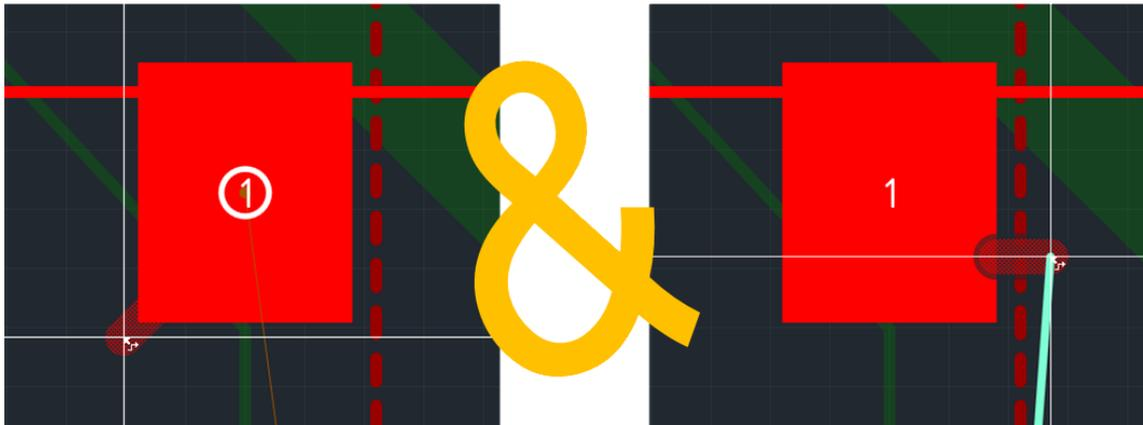

Рис. 55. Точное позиционирование подключения к контактной площадке
4. Переместить курсор в ту точку, где необходимо установить подключение к площадке, при этом на экране будет отображаться возможный вид подключения, см. Рис. 55. Курсор должен быть внутри либо рядом с площадкой.